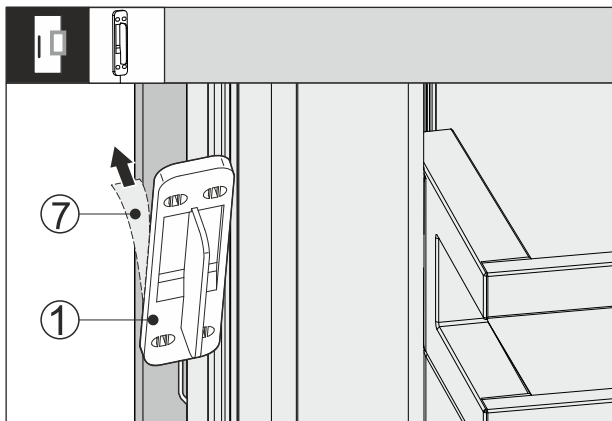

Fig. 65
- ▶ Зніміть захисну плівку Fig. 65 (7) зі зворотного боку датчика Fig. 65 (1).